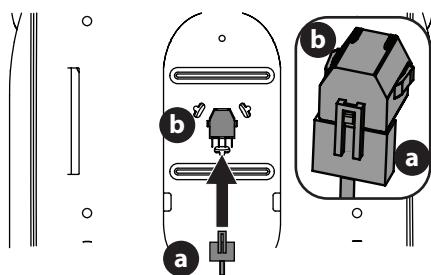

Figura 8
3. Si es necesario, conecte el arnés de cables del interruptor del asiento (a) al interruptor del asiento (b) (Figura 8). Sujete el cable sobrante alejado de los puntos de apriete antes de continuar.